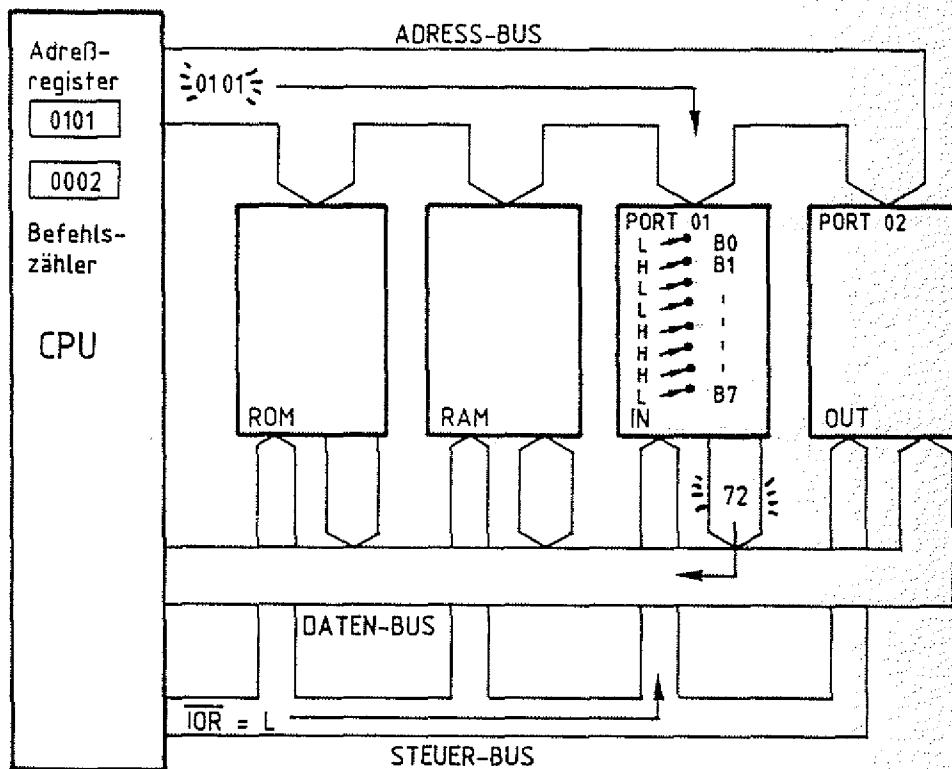

Bild 5: Lesen der Eingabe-Daten von Port 01
- Für die Befehlausführung lädt der Prozessor die gerade gelesene Port-Adresse in das Adreßregister und aktiviert das Steuersignal IOR. Die angewählte Eingabe-Baugruppe schaltet daraufhin den Signalzustand der Eingangsleitungen auf den Datenbus, den der Prozessor dann mit dem Wegschalten des Steuersignals in den Akku übernimmt. Der erste Befehl ist abgearbeitet (Bild 5).
Die Befehlszähleinrichtung des Prozessors erhöht während der Befehlsholphase den Befehlszähler jeweils mit dem Lesen einer Speicherstelle, so daß schon während der Befehlausführung der Befehlszähler die Anfangsadresse des nächsten Befehls enthält. Man sagt auch, der Befehlszähler zeigt auf den nächsten Befehl (Bild 5).